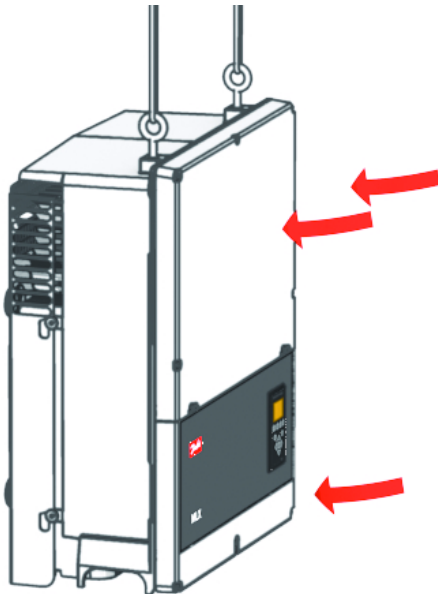
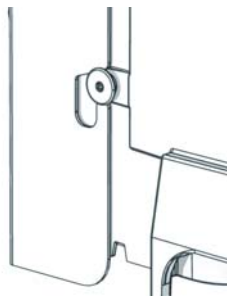

Ilustración 2.13 Deslizamiento en las ranuras
Ilustración 2.14 Detalle del deslizamiento en la ranura
3. Empuje el inversor tal y como se muestra en la figura, de manera que los tornillos laterales se deslicen en las dos ranuras inferiores y en las dos superiores. Consulte *Ilustración 2.13* y *Ilustración 2.14*.